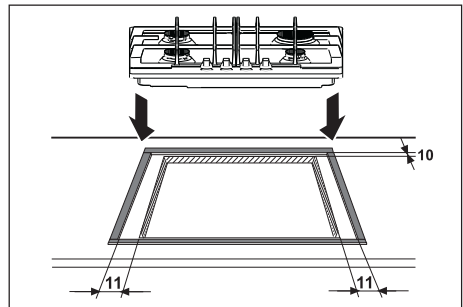

Abb. 12
1. bringen Sie die spezielle mitgelieferte Dichtung auf dem Rand der Vorderseite der Einbauöffnung, 11 mm von den Seitenrändern bzw. 10 mm vom hinteren Rand an, wobei darauf zu achten ist, dass die Enden genau aufeinander passen und sich nicht überlappen (siehe Abb. 12);